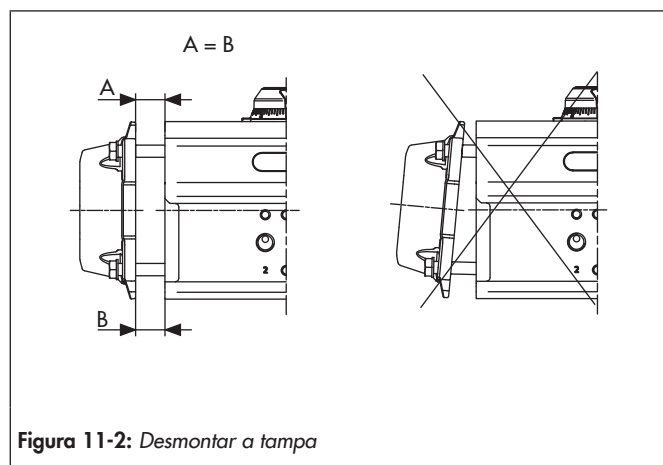

Figura 11-2: Desmontar a tampa
- ⇒ Na desmontagem da tampa manter uma distância constante ($A = B$) entre o corpo do atuador e a interface da tampa, ver Figura 11-2.